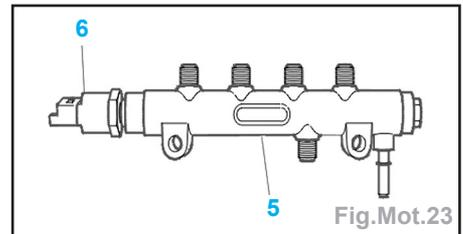

Fig.Mot.23
- désactivateur du 3^{ème} piston de pompe haute pression carburant (2),
- bague d'étanchéité (1),
- raccord (3) de sortie haute pression (dysfonctionnement).
- Ne pas dissocier le capteur de haute pression (6) de la rampe d'alimentation (5) (dysfonctionnement) (Fig.Mot.23).